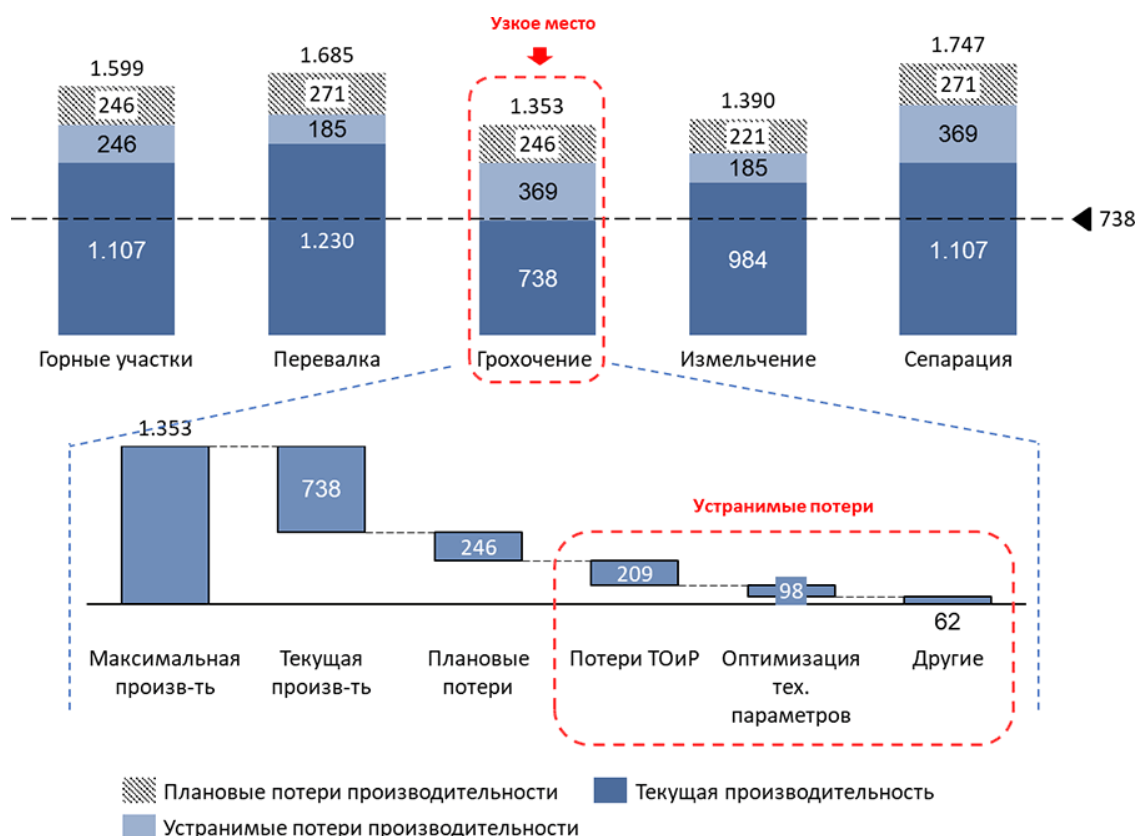

Рисунок 33 – Иллюстрация сбалансированного процесса, тн/месяц
**Балансировка мощностей** позволяет определить узкое место в производственной системе. Рассмотрим пример применения инструмента на проекте в горнодобывающей компании (см. Рисунок 33). Мы видим, что уровень производства ограничивается производительностью на этапе «Грохочение» – 738 тонн руды в месяц. То есть, компания не может обогатить руды больше, чем это позволяет производственный передел с наименьшей производительностью.